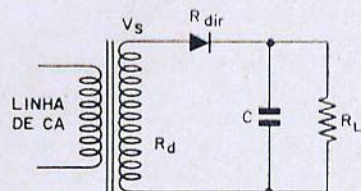

Figura 1
a) **Proteção contra transitórios de corrente.** Quando o circuito da figura 1 é ligado, C se comporta como um curto-circuito momentâneo, fazendo aparecer um pico de corrente de valor igual a